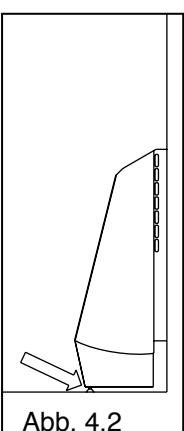

Abb. 4.2
- Stellen Sie die Höhe der Fußschrauben ein. Der Saunaofen lehnt gegen die Wandbefestigungsplatte (Abb. 4.2).